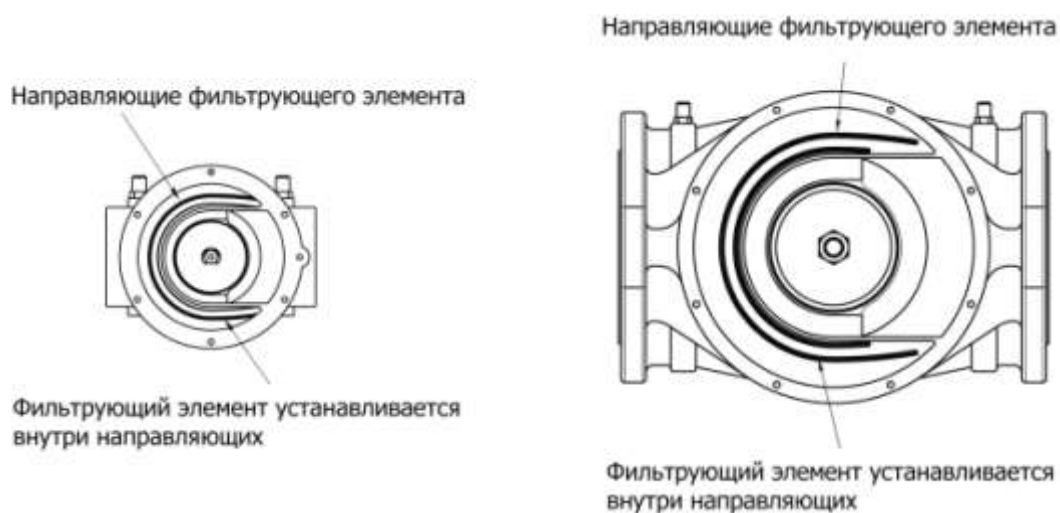

Рис. 6
- отпустить винты крепления (15);
- снять нижнюю панель (14);
- извлечь фильтрующий элемент (11);
Собрать устройство, выполняя обратную последовательность действий; при установке на место нижней панели (14) следить за тем, чтобы фильтрующий элемент (11) лег между направляющими на этой панели (см. рис. 6). Устанавливая на место нижнюю панель (14), нужно следить, чтобы тефлоновое кольцо (17) легло внутрь седла (18).